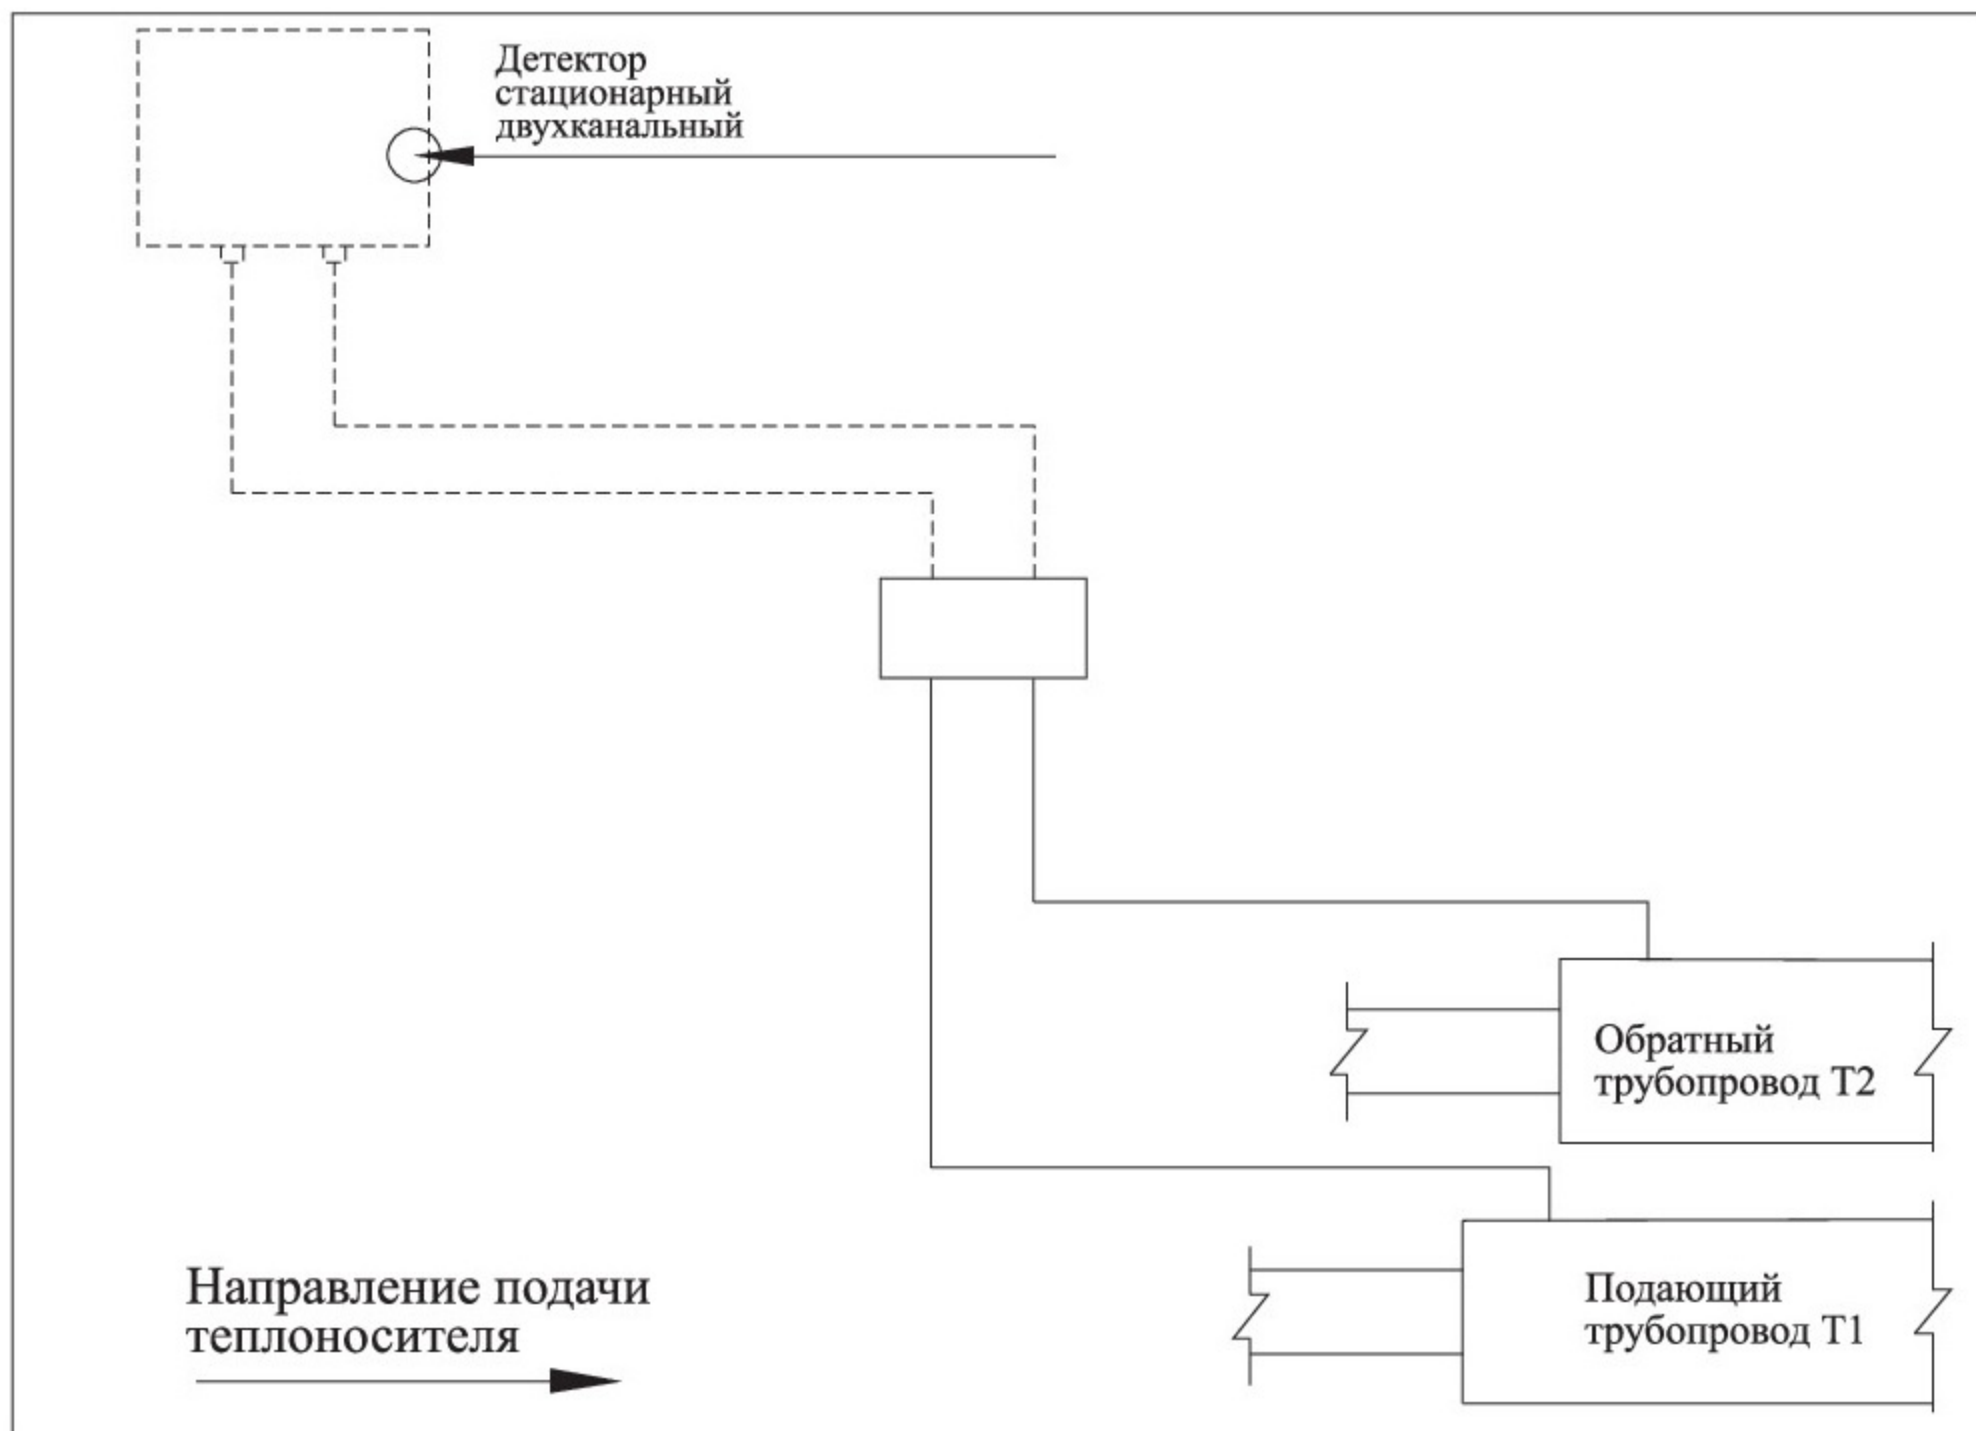
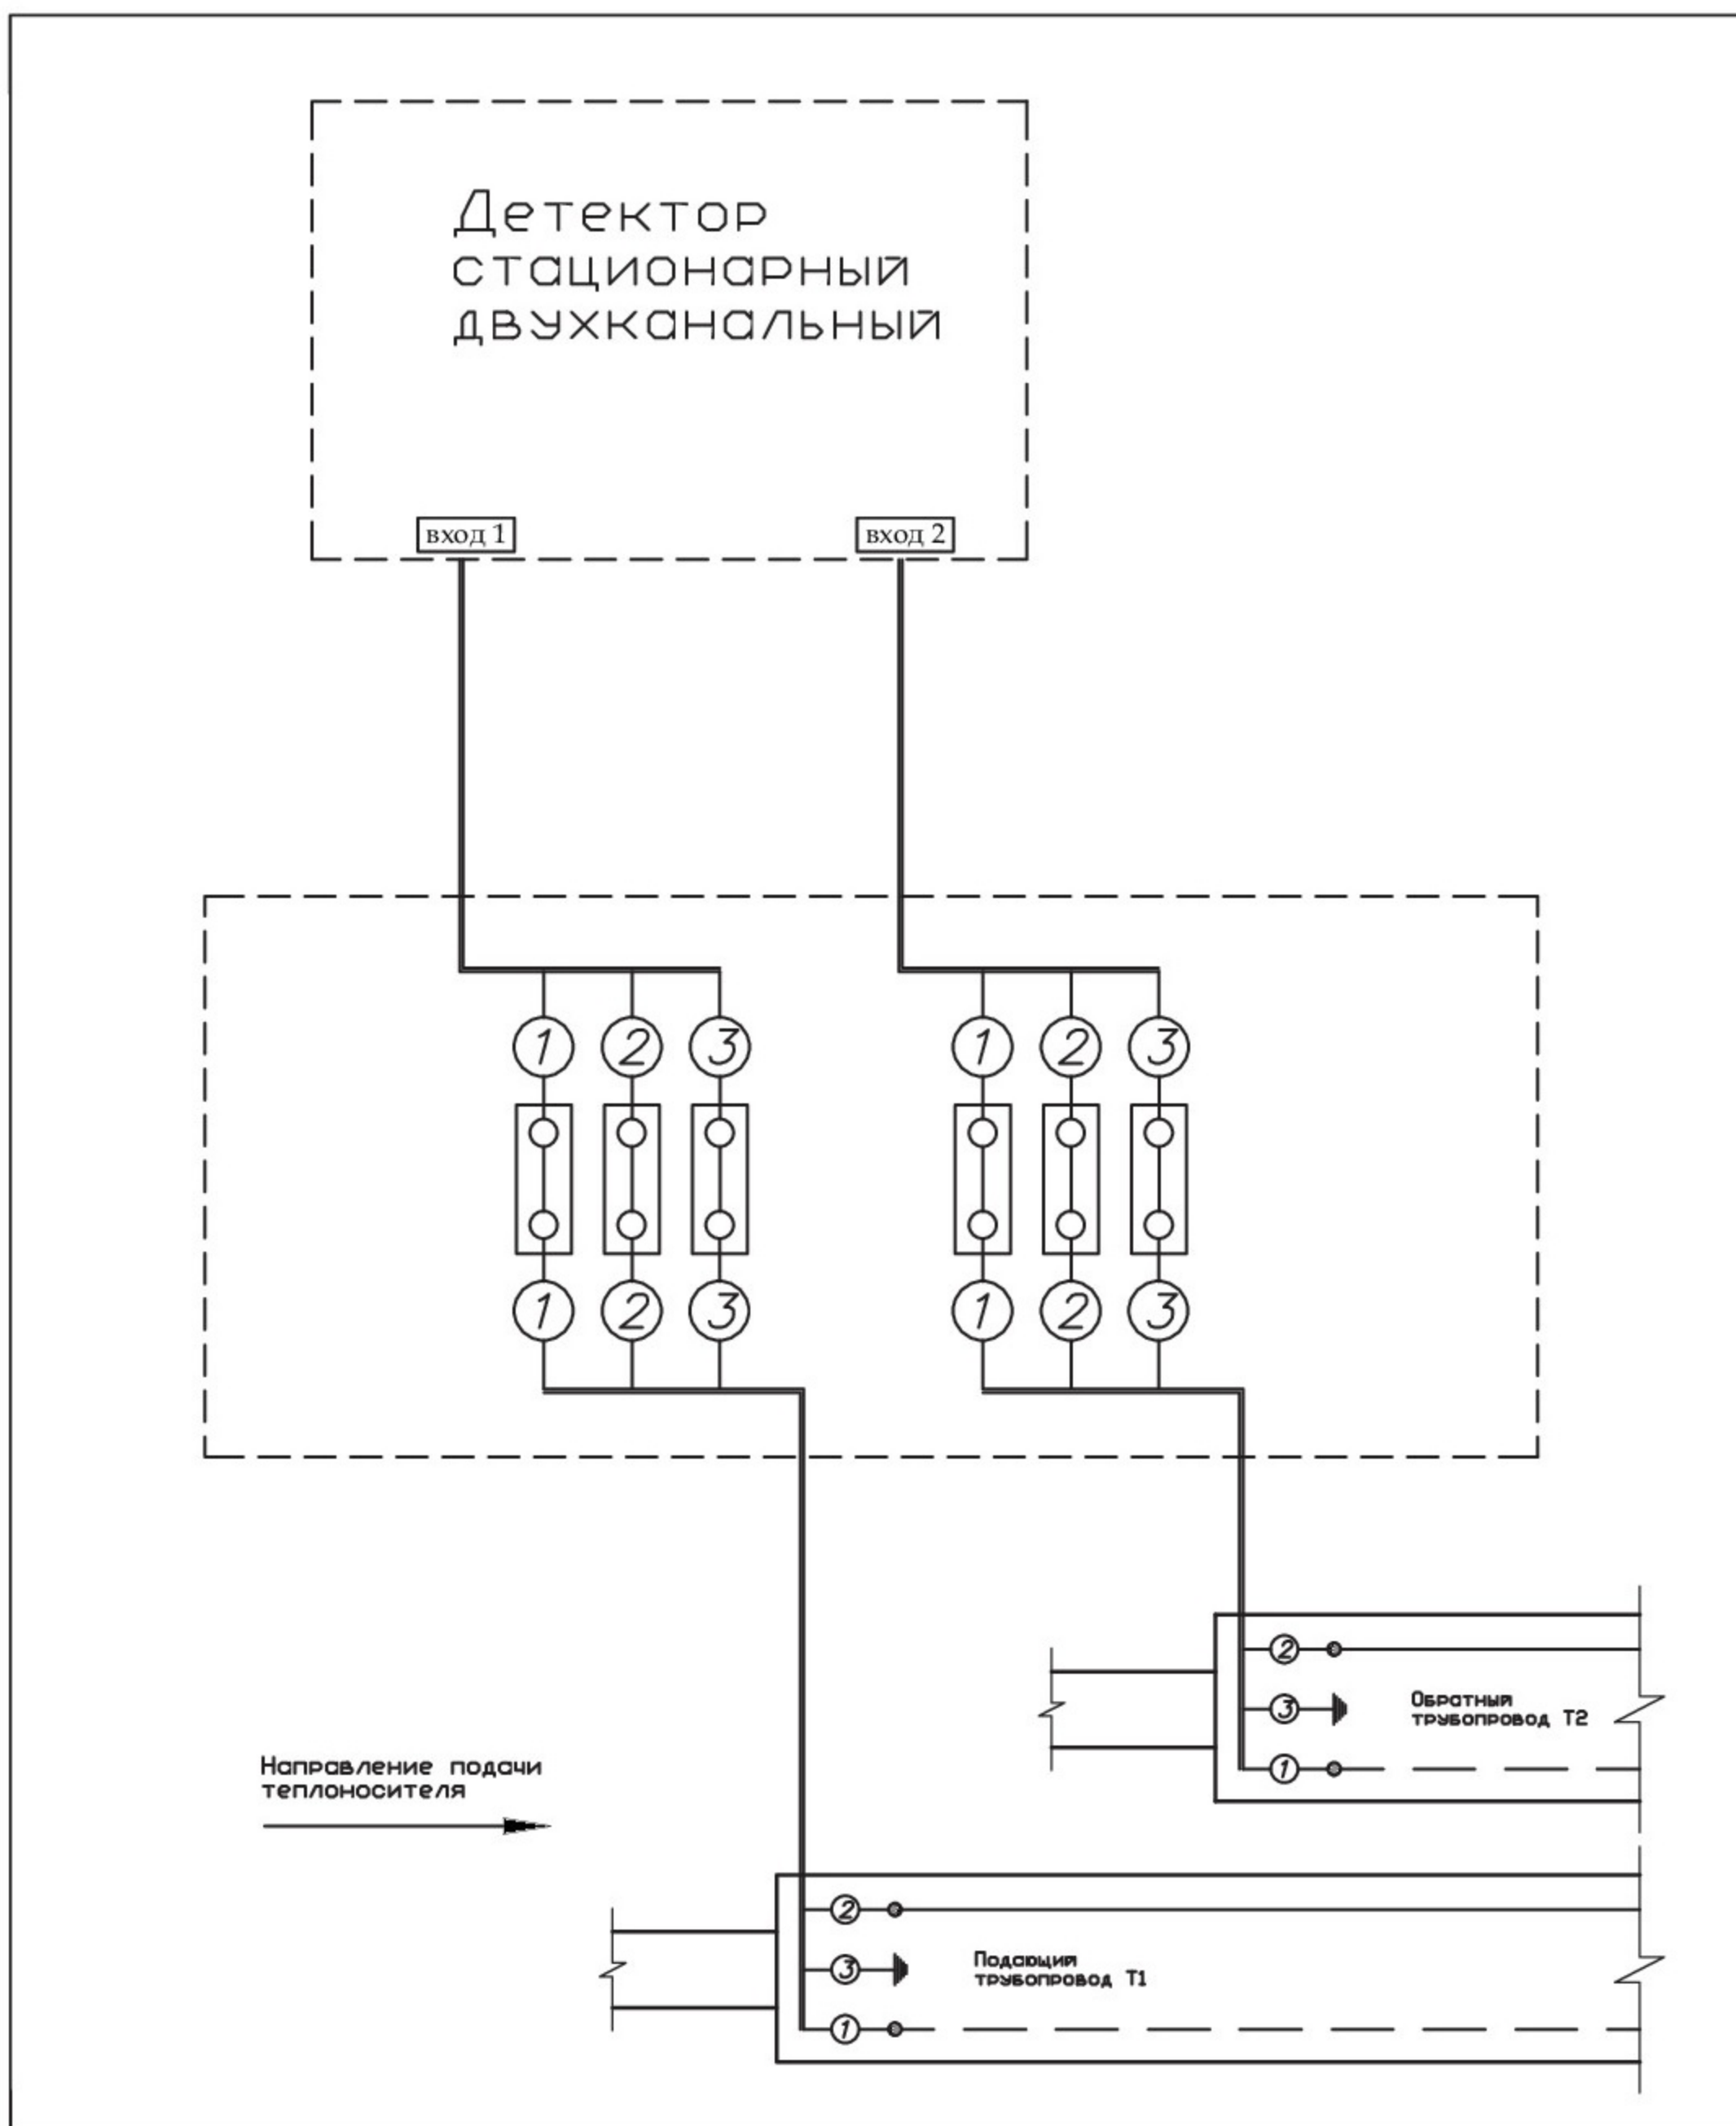

Рис. 2 Подключение двухканального стационарного детектора к системе ОДК
Рис. 6 Подключение двухканального стационарного детектора к системе ОДК
- 1.1. Подключение стационарного двухканального детектора - **Рис. 2, 6**
на принципиальной схеме (Рис. 2–5)	на электрической схеме (Рис. 6–10)
Подключение терминала к системе оперативного дистанционного контроля производить в соответствии с монтажными схемами (**Рис. 2 - 5**) и электрическими схемами (**Рис. 6 - 10**).
6. Для подключения стационарного двухканального детектора монтаж проводников внутри терминала осуществлять по электрической схеме – **Рис. 6**.